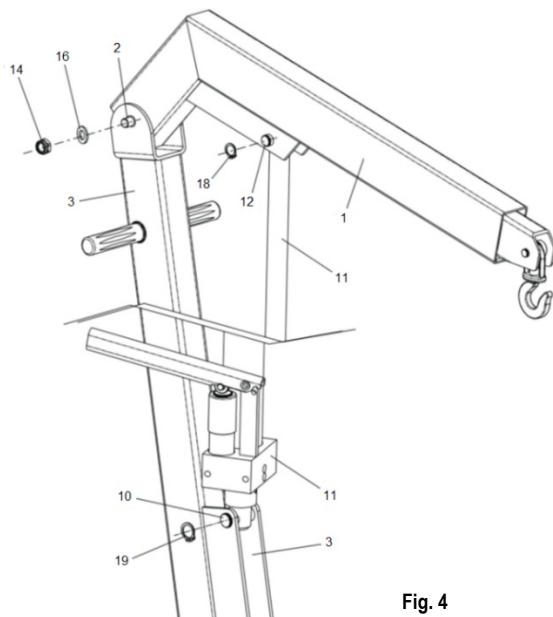

Fig. 4
3. Ensamble el brazo (1 - Fig. 4) con el bastidor (3 - Fig. 4) utilizando el pasador de fijación (2 - Fig. 4), la tuerca (14 - Fig. 4) y la guarnición (16 - Fig. 4).
Ensamble el conjunto cilindro (11 - Fig. 4) con el bastidor (3 - Fig. 4) utilizando el pasador de fijación (10 - Fig. 4) y el anillo de retención (19 - Fig. 4).
Ensamble el conjunto cilindro (11 - Fig. 4) con el brazo (1 - Fig. 4) utilizando el pasador de fijación (12 - Fig. 4) y el anillo de retención (18 - Fig. 4).